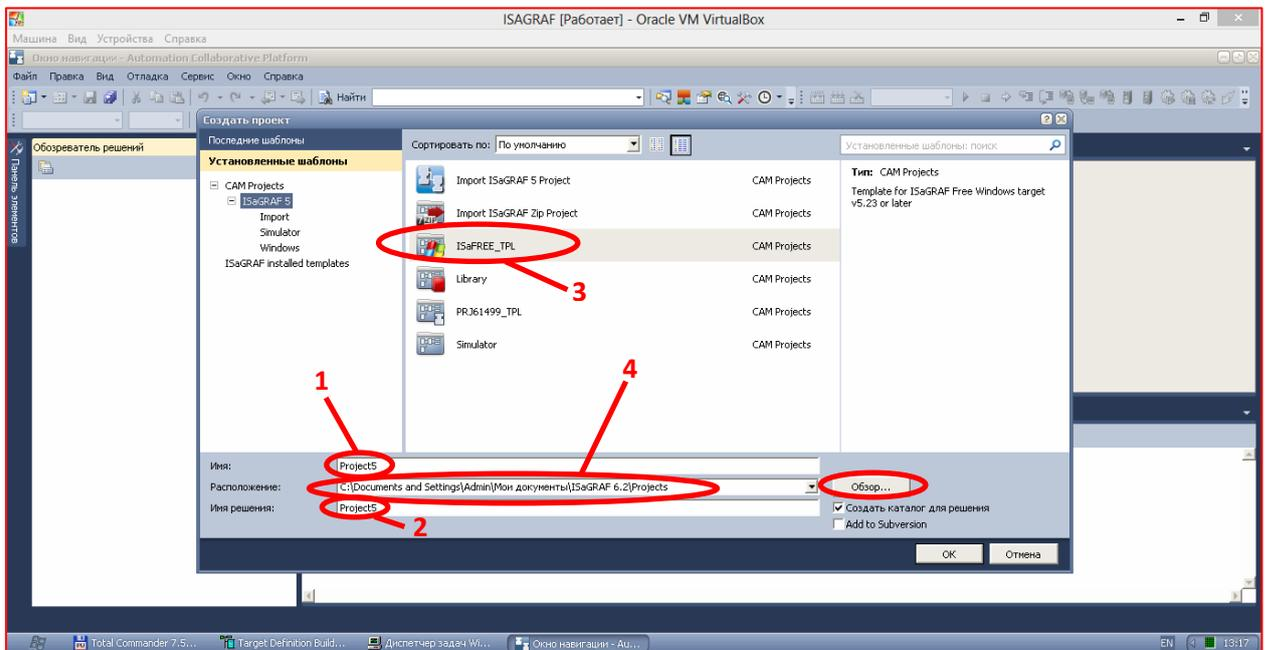

Рисунок 3. Создание проекта ISaGRAF (2).
4) Появляется следующее окно (рисунок 3) здесь: